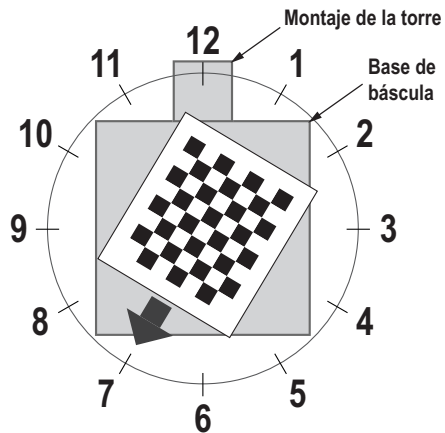

Figura 5-10. Gire a las 7 en punto
11. Alinee el objeto de calibración de modo que las cruces estén centradas. Gire el objeto de calibración a las 7 en punto con el conjunto de la torre a las 12 en punto. (Figura 5-10).